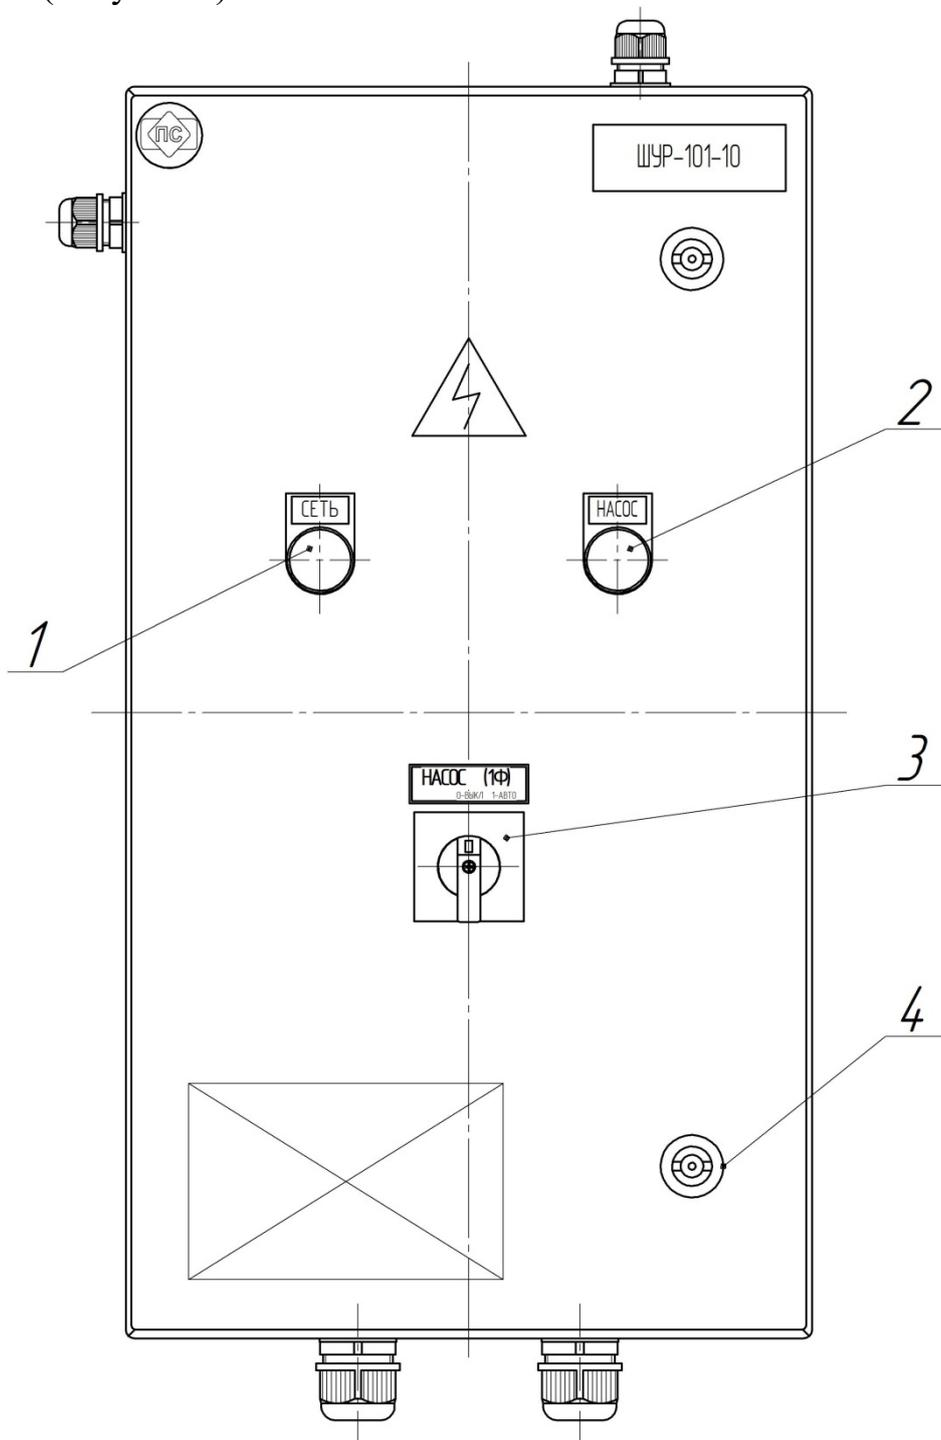

Рисунок 2. Дверца шкафа:
На дверце ШУР расположены индикаторы работы - светодиодные лампы и орган управления насосом - двухпозиционный переключатель. Двухпозиционный переключатель для управления однофазным насосом («НАСОС (1Ф)») имеет два положения: «0-ВЫКЛ» - ручное отключение насоса в аварийной ситуации, «1-АВТО» - работа в автоматическом режиме под управлением термоконтроллера ПРАМЕР-710М (Рисунок 2).
4.10 Переключатель «НАСОС (1Ф)» (Рисунок 2, поз. 3) коммутирует цепь электропитания насоса.
5.8 Включение автоматического управления работой «НАСОСА» выполняется переводом переключателя «НАСОС (1Ф)» на дверце ШУР (Рисунок 2, поз. 3) в положение «1-АВТО», при включенном электропитании термоконтроллера ПРАМЕР-710М п. 5.5.
насоса ШУР («НАСОС 1Ф») (Рисунок 2) в положение «ВЫКЛ» и немедленно сообщить о ситуации обслуживающему персоналу.